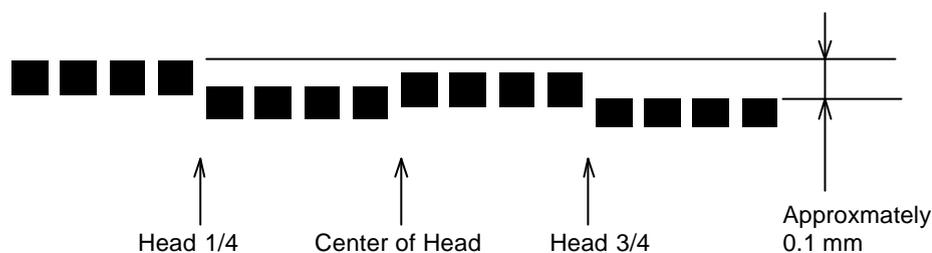

图 1.3.3 打印位置偏移（对所有型号）
- 图1.3.3中所示三个边界处的打印位置比相邻位置向进纸方向偏移了大约0.1毫米。确认不要跨两个打印区域打印条形码，因为这会引起打印变形而导致阅读困难。